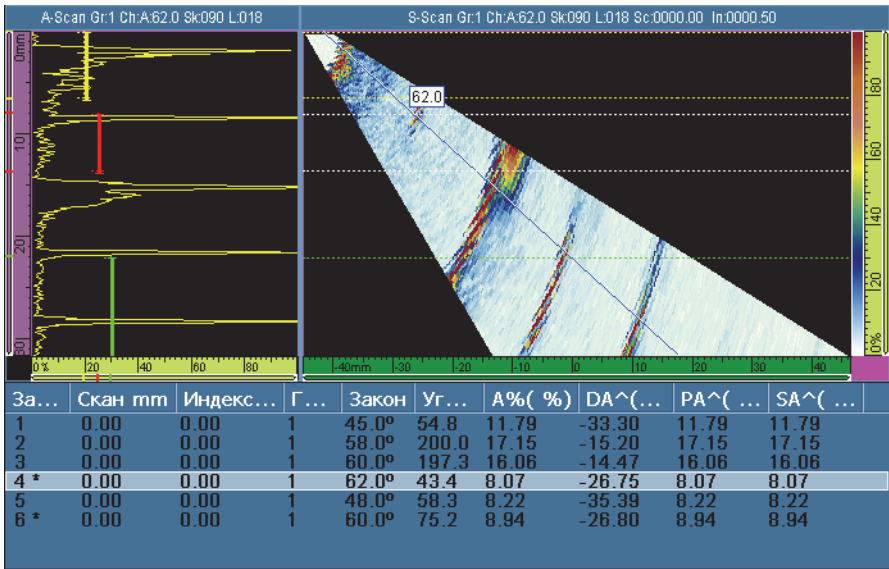

Рис. 6-9 Пример таблицы показаний
1. Нажмите **Измерения > Табл. показаний > Режим = Настройка и Отобр. таблицу = Вкл.**, чтобы отобразить таблицу показаний внизу области просмотра данных (см. Рис. 6-9 на стр. 172).